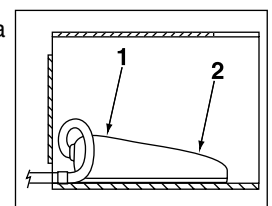

Figura 8
5.3 Opção do Pedal de Controle (ver Figura 8)